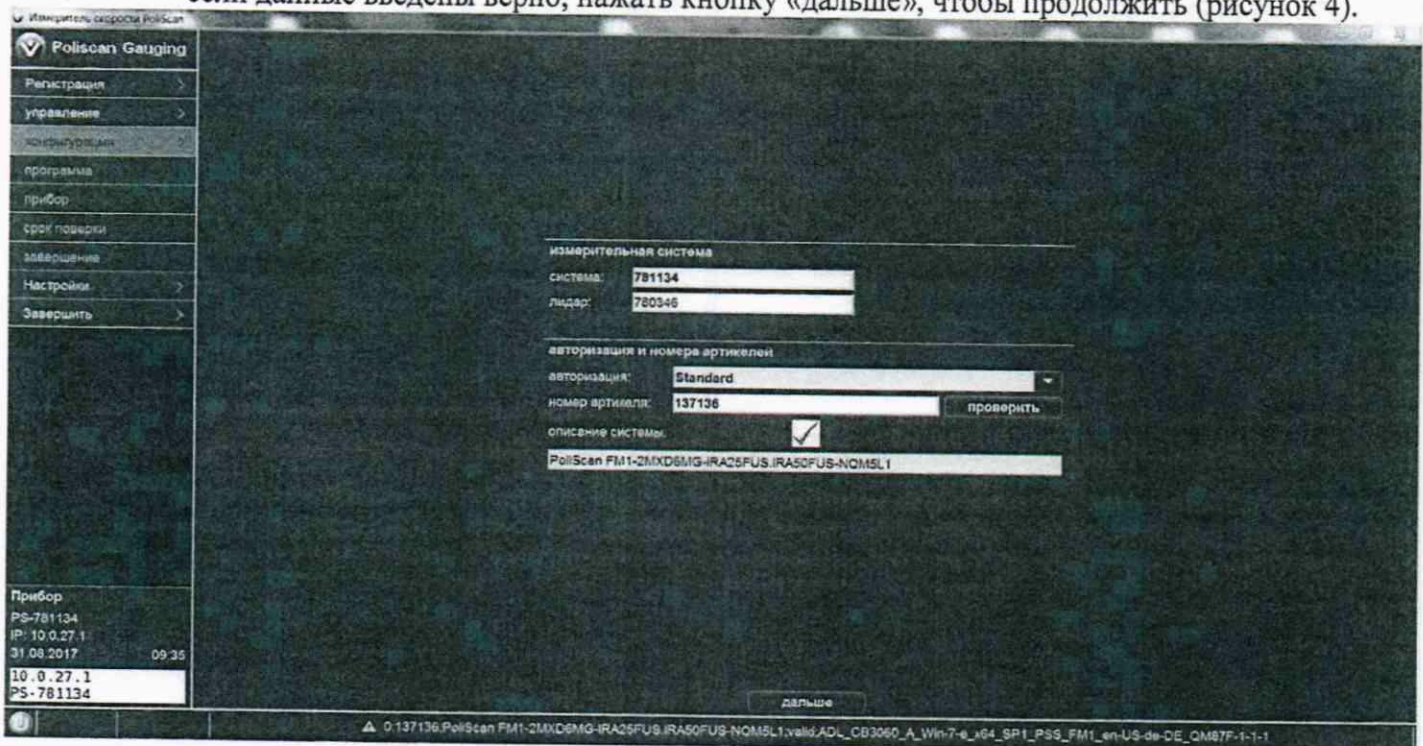

Рисунок 4
- если данные введены верно, нажать кнопку «далее», чтобы продолжить (рисунок 4).